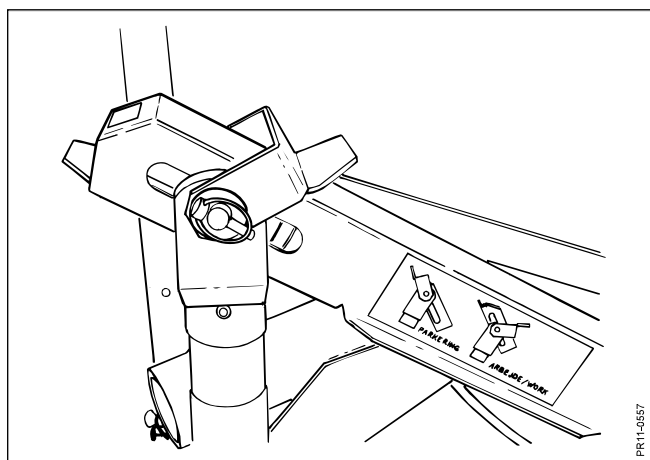

Fig. 3-12
- Fig. 3-12:** Slå till parkeringslåset.